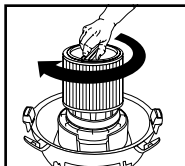

FIGURE 20
30. Maintenez le couvercle du réservoir d'une main, tournez la poignée du porte-filtre dans le sens horaire pour la serrer, en verrouillant ainsi le filtre en place. **FIGURE 20.**